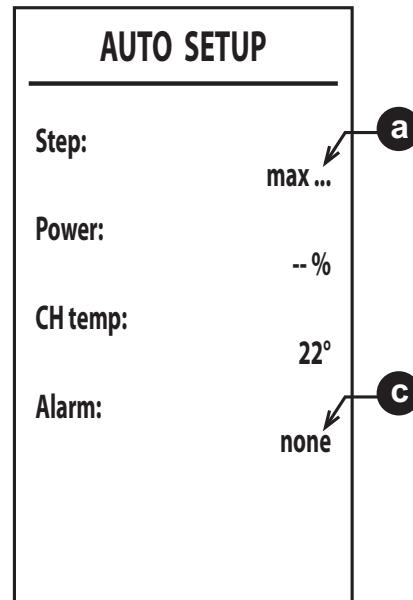

fig. 51
6. Dopo l'accensione, il bruciatore si posiziona in riscaldamento alle varie potenze (max, med, min) indicate dal punto **a** (fig. 51). Qualora lo smaltimento termico dell'impianto non fosse sufficiente a far terminare la procedura, si può attivare, **solamente dopo che il bruciatore si è acceso**, una richiesta di Sanitario.
8. Qualora la sequenza di accensione descritta al punto “**6**” non sia andata a buon fine, compare la scritta **max_err** al punto **a** e un codice di errore al punto **c** (fig. 51).